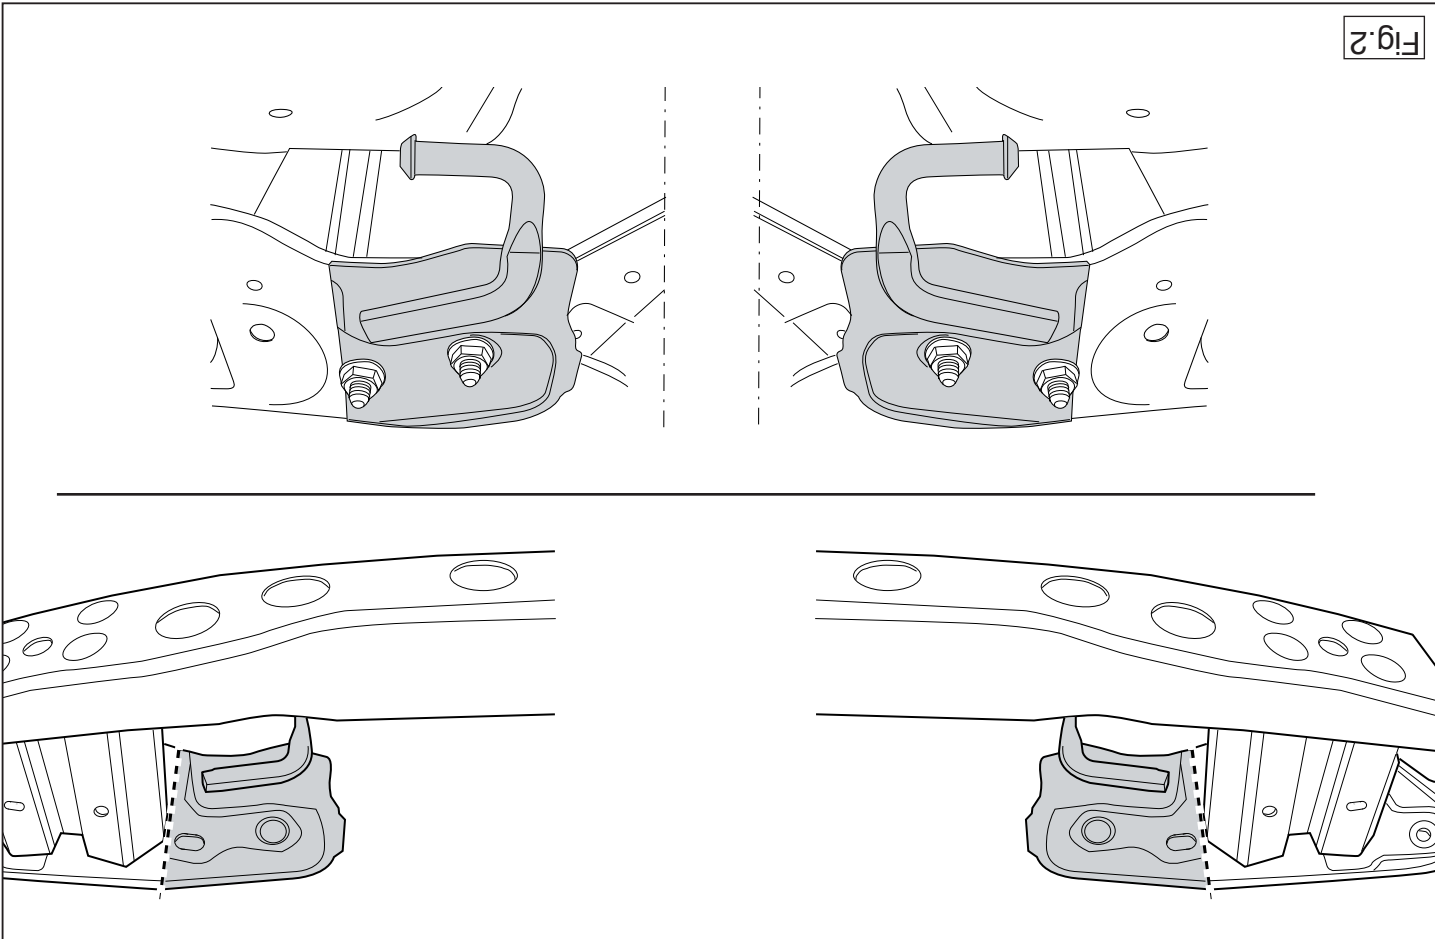

Fig.2
4. Saw out the indicated sections from figure 2. Fit the exhaust clamp, on the rear panel.
4. Gemäß Abb. 2 die angegebenen Teile abschneiden. Der Aufhängung an die Rückwand wieder montieren.